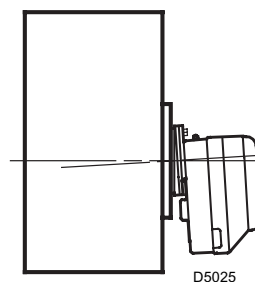

Abb. 5
- Nach Abschluß der Montagearbeiten überprüfen, ob der Brenner leicht geneigt ist, wie in Abb. 5.